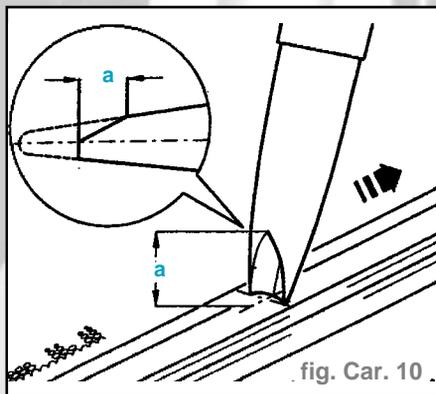

fig. Car. 10
- Après avoir effectué les travaux préparatoires, il convient de couper la pointe du bec comme montré sur la figure (fig. Car. 10).